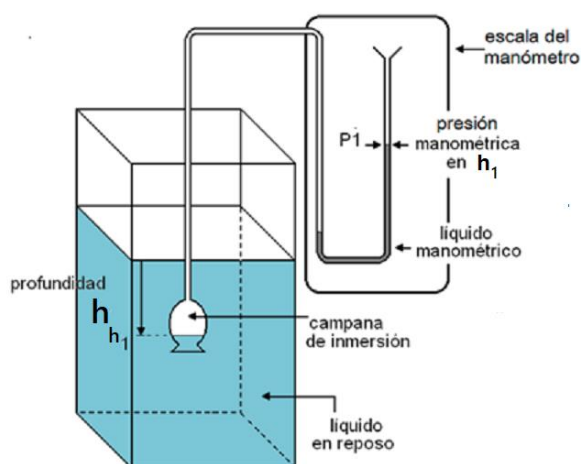

Figura 4.1. Dispositivo experimental.
Introduce el sensor del manómetro (campana de inmersión) dejando entrar un poco del líquido desconocido para que el menisco (en este caso cóncavo hacia el aire) se pueda observar claramente, ya que en su base se tomará la lectura de la presión manométrica a la profundidad deseada. (U), como se indica en la figura 4.1.